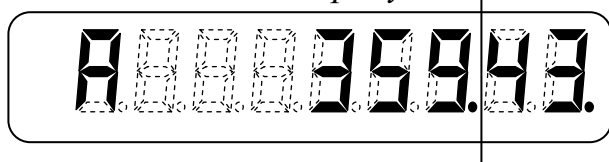

Рис. 25
- включены две десятичные точки, то они разделяют целое значение градусов и целое значение угловых минут (рис. 25).